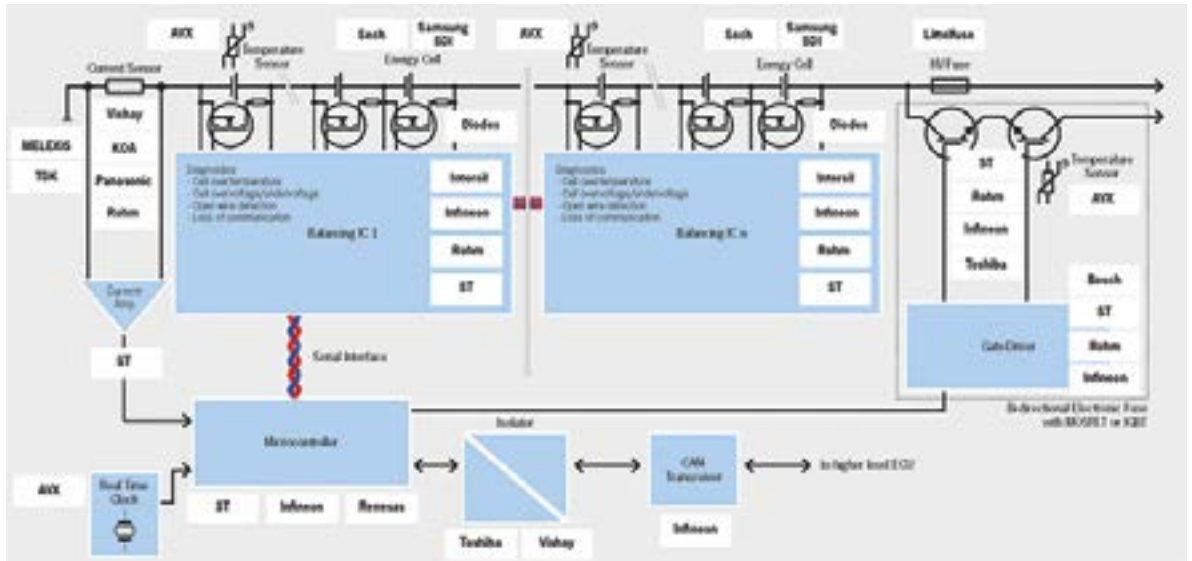

Figura 1. Diagrama simplificado de gestión de celda y batería (fuente: Rutronik).
El diseño típico de un sistema de gestión de celdas de batería se muestra en la figura 1: Las celdas de energía se organizan aquí en serie. Para propósitos de balanceo, se conecta una resistencia con transistor de conmutación en paralelo a cada celda. Estos switches se controlan mediante IC de balanceo que se comunican entre sí mediante una interfaz serie. Un microcontrolador monitoriza las funciones de administración de celda y un fusible electrónico bidireccional también controla la desconexión de la batería de la carga o del cargador bajo demanda o en caso de fallo. En la parte superior izquierda, se encuentra el sensor de corriente, diseñado aquí como una resistencia shunt con la etapa de proceso de señal; en su defecto, los circuitos integrados (IC) sensores de campo magnético pueden asumir esta función.